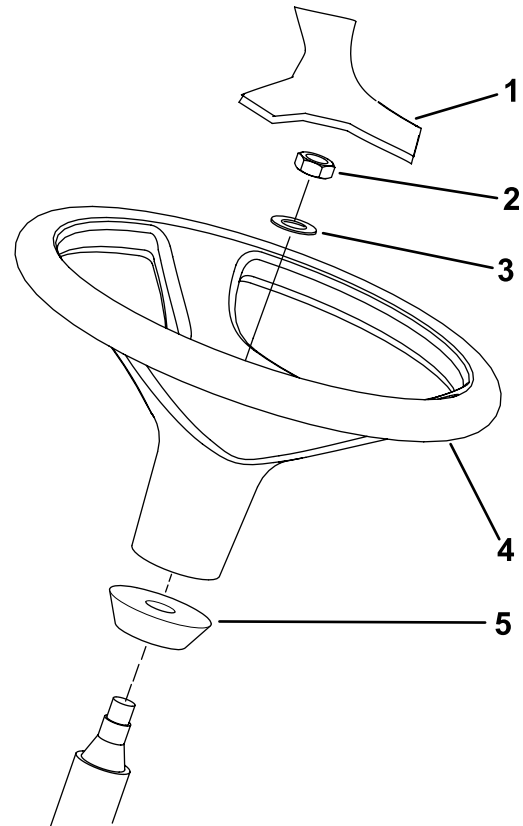

Figure 14
1. Retirez le volant du support d'expédition (Figure 14).
**Remarque:** Vérifiez que la bague en mousse reste en place sur l'arbre de direction (Figure 14).
3. Glissez le volant et la rondelle sur l'arbre de direction (Figure 14).
5. Posez le couvre-moyeu sur le volant (Figure 14).